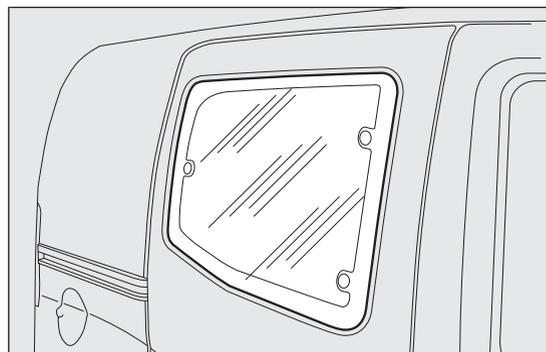
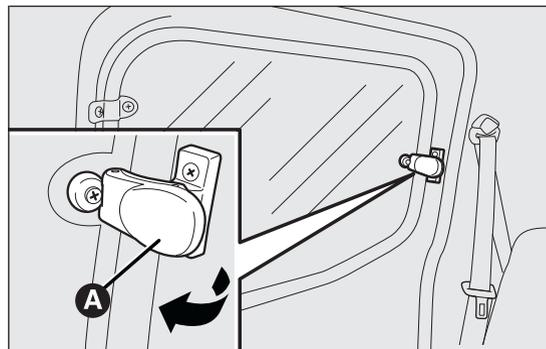

fig. 54
fig. 55
Para abrirlas, proceder de la siguiente manera fig. 54 fig. 55:
- mover la palanca A fig. 55 hacia fuera hasta lograr la apertura completa de la ventanilla.